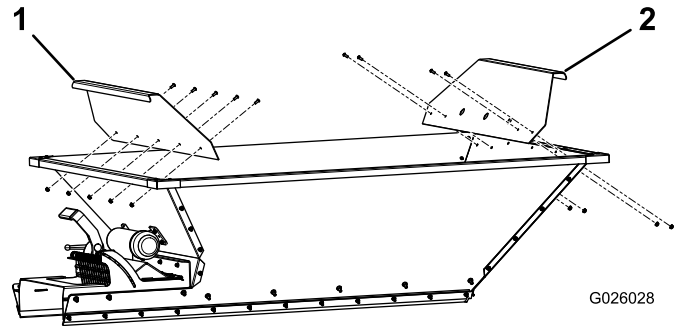

Figura 2
14. Monte las extensiones delantera y trasera de la tolva en los paneles delantero y trasero con pernos de 1/4 x 5/8 pulgada y tuercas (Figura 2).